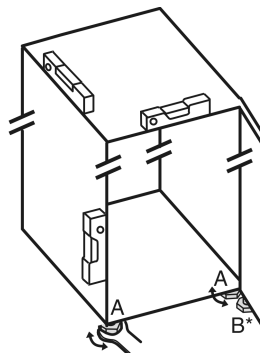

Fig. 33
- Stellfüße Fig. 33 (A) mit beiliegendem Gabelschlüssel und mit Hilfe einer Wasserwaage herausdrehen, bis das Gerät fest und ebenstehend ausgerichtet ist.
- Stellfuß Fig. 33 (B) am Lagerbock mit beiliegendem Gabelschlüssel herausdrehen, bis er auf dem Boden aufliegt.
- Stellfuß Fig. 33 (B) um 90° weiter drehen.